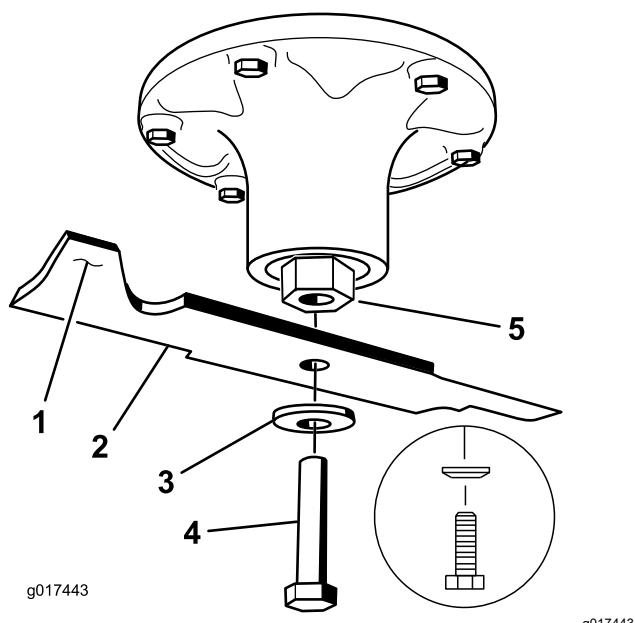

Figura 70
2. Retire del eje el perno de la cuchilla, la arandela curva y la cuchilla (Figura 70).
- Instale la cuchilla en el eje (Figura 70).
- Instale la arandela curva y el perno de la cuchilla (Figura 70).